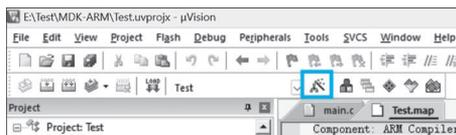

图 3.43 Options for Target 按钮所在位置
(2) 如图 3.43 所示,单击 Options for Target 按钮,打开工程配置界面。